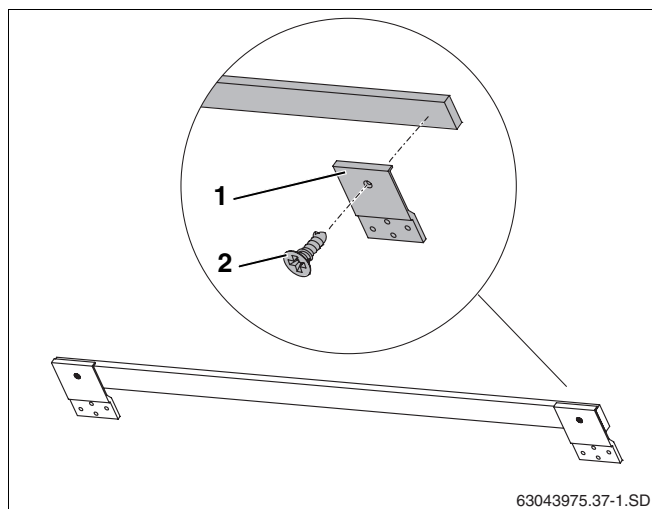

Fig. 10 Montaje previo de los seguros contra deslizamiento al listón de madera
Para el montaje horizontal es necesario fijar 3 seguros contra deslizamiento (fig. 10, **pos. 1**) a un listón de madera (2 en los extremos, 1 en el centro).
- ▶ Fije dos seguros contra deslizamiento (fig. 10, **pos. 1**) en el extremo de cada listón de madera adjunto con tornillos 4 x 10 (fig. 10, **pos. 2**).